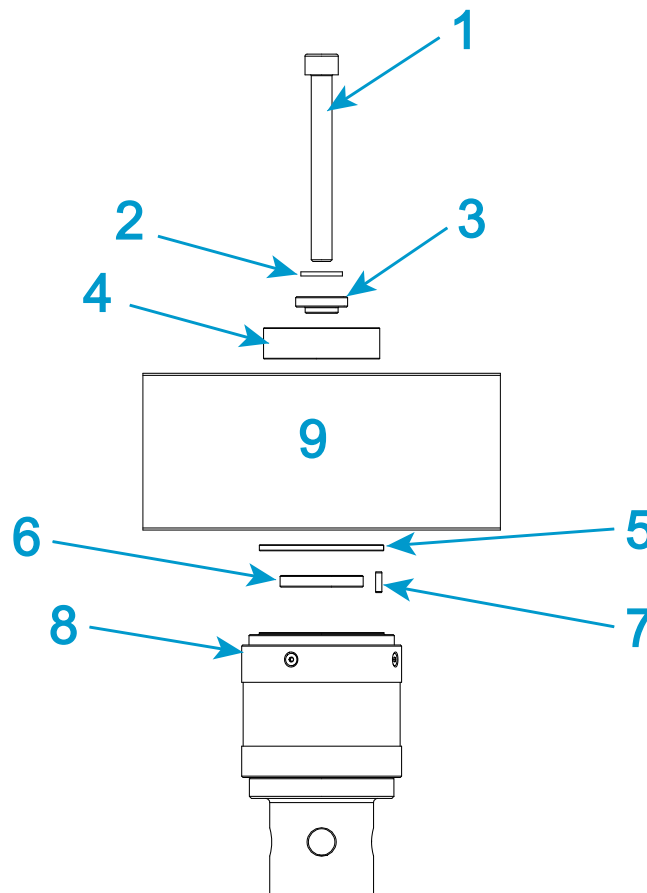

Figure 22. Installation des capteurs de force de série 2530 – capacité 500 N jusqu'à 5 kN
Légende pour Figure 22
1. Reportez-vous à Figure 22 et au tableau associé, puis rassemblez le matériel de montage approprié.
2. Assemblez les pièces métalliques illustrées au-dessus de la traverse dans Figure 22 et placez-les dans la partie supérieure de l'alésage central de la traverse.